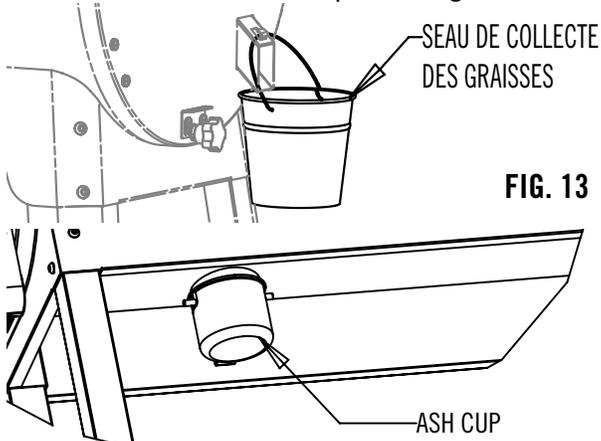

FIG. 13
1. Suspender le seau de collecte des graisses à son conduit d'évacuation comme indiqué à la Fig. 13.
1. Monter le récipient à cendres comme indiqué à la Fig. 13. Ne jamais utiliser le barbecue sans y monter le récipient à cendres.